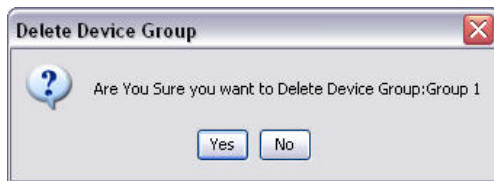

Рис. 131
- c. Повторно выберите мышью папку группы из части окна «Matrix System». Нажмите кнопку «Delete Group» [Удалить группу]. Появится окно «Delete Device Group» [Удалить группу оборудования] для подтверждения удаления группы оборудования: с именем «X» (на Рис. 131 ниже, папка называется «Group 1»). Нажмите кнопку «Yes» [Да], чтобы удалить папку группы, или «No» [Нет], чтобы не удалять ее.